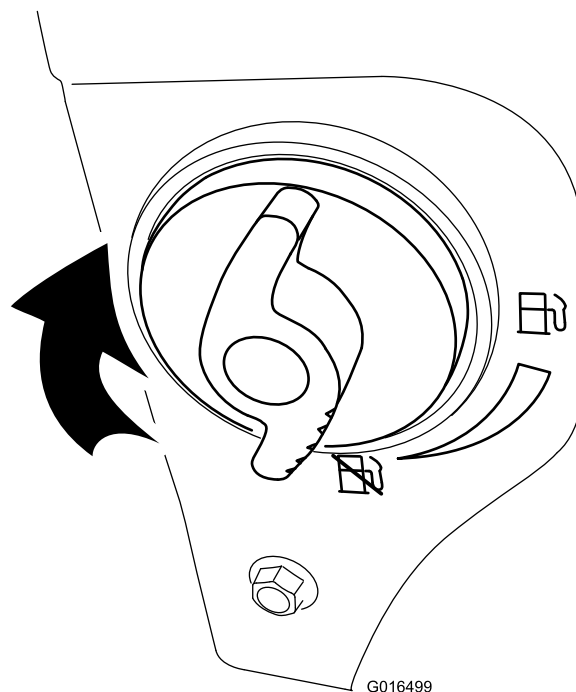

Figure 28
4. Fermez le robinet de carburant en le tournant dans le sens horaire (Figure 28).